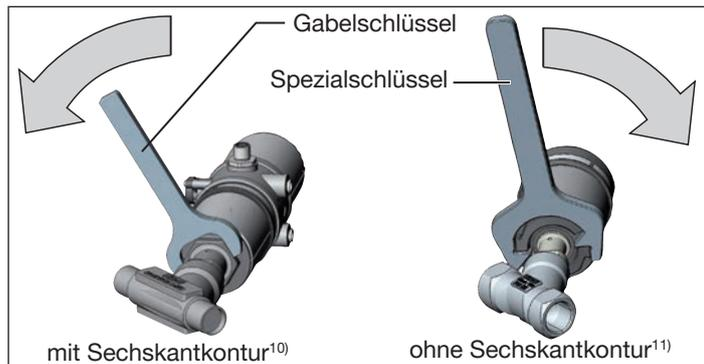

Bild 22: Drehen mit Gabelschlüssel / Spezialschlüssel
- ▶ Antrieb **nur im vorgegebenen Richtungssinn** drehen (siehe „Bild 22“)!